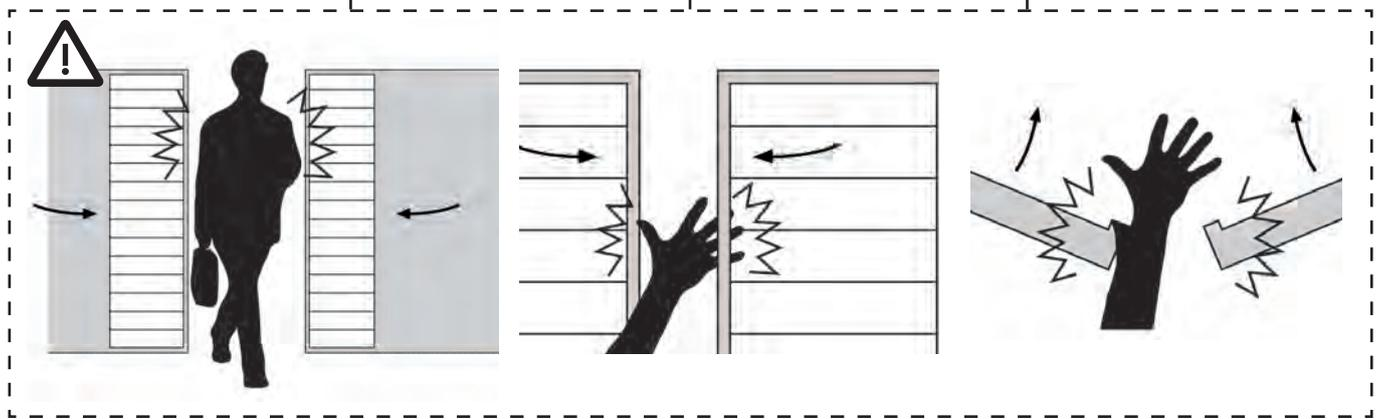

Fig. 2 FR - Déverrouillage d'urgence
- En cas de rupture ou d'absence d'alimentation: Dans l'attente de l'intervention de l'installateur ou du rétablissement de l'énergie électrique si le système ne dispose pas d'une batterie tampon, l'automatisation pourra être actionnée comme n'importe quel système d'ouverture non automatisé. Pour cela, il est nécessaire de procéder au déblocage manuel (Fig.2).
Déblocage et mouvement manuel: avant d'effectuer cette opération, s'assurer que le déblocage n'ait lieu que lorsque le battant est arrêté (Fig.2).